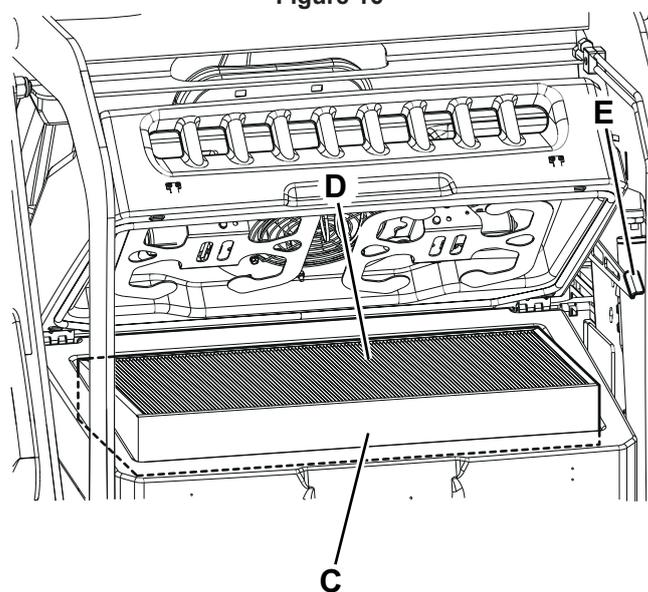

Figure 17
4. Soulever le filtre à poussières (C, fig. 17) pour l'enlever de la machine.
- Installer le filtre avec le tamis tourné vers le haut (D, Fig. 17).